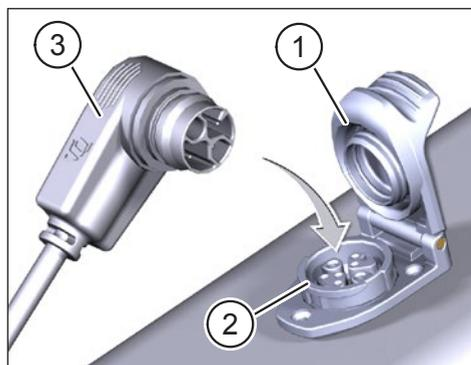

図2: 内蔵Batteryを充電する
- ▶ 自転車フレーム部分にある充電ポート（図2の項番2）のカバー（図2の項番1）を開けます。
- ▶ 充電プラグ（図2の項番3）をChargerに位置合わせして、充電プラグの嵌合面と充電ポートが重なるようにしてください（図2を参照）。